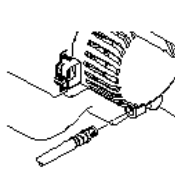

Abb. 2
2. Den Luftschlauch am Kompressor des Spritzgeräts befestigen (Abb. 2).